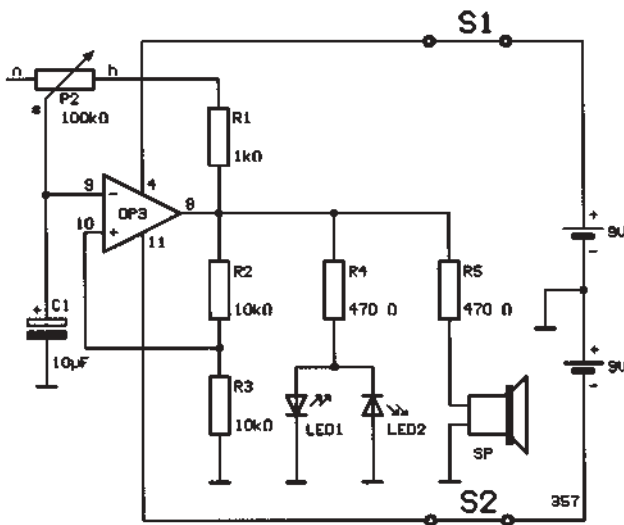

Figuur 355. Met de hand: op weg naar astabiel.
**257** Zoals je in figuur 355 ziet, wordt C1 gedurende ongeveer 1 seconde via Ta1 resp. Ta2 opgeladen (100 kΩ, 100μF). Telkens wanneer de spanning over C1 een waarde bereikt die gelijk is aan de halve verzadigingsspanning, schakelt de uitgang in de andere grenspositie. Het heeft geen zin om C1 nog verder op te laden. Dus kun je de druktoets loslaten. Als gevolg van de lekstroom ontlaadt de elco zich daarna min of meer snel. Maar hoogstens tot 0 volt, en dat hoeft dan nog niet te betekenen dat de operationele versterker nu omschakelt. De toestand blijft dus zoals ze is. Pas wanneer er gebruik wordt gemaakt van de andere druktoets, komt er verandering in. Licht LED1 op, dan moet je op Ta1 drukken; geeft LED2 licht, dan gebeurt er pas iets wanneer je 2 seconden lang op Ta2 drukt. Over met een verkeerde polariteit aangesloten elco's hebben we het al eens eerder gehad. Geen paniek dus!